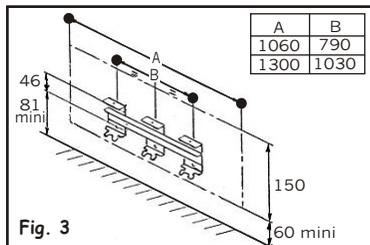

Fig. 3
**Montage du dossier (Fig.3 et 4) :** Cette opération peut être effectuée lors de la préparation du chantier. Démontez le dossier de l'appareil en retirant les vis. Utiliser 4 à 6 vis Ø 4,5 maxi.